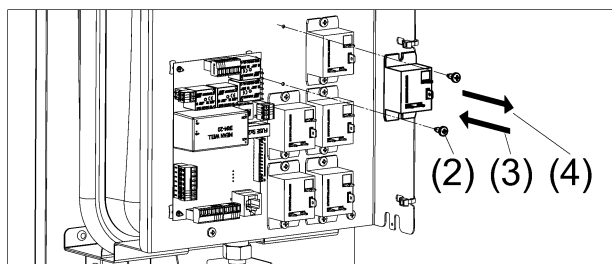

Рисунок 16. Замена реле
- (1) Отсоедините провода от реле, которое нужно заменить (см. рис. 16);
- (2) Открутите крестовой отвёрткой два самореза, фиксирующие реле;
- (3) Снимите реле;
- (4) Установите новое реле взамен прежнему;
- (5) Подсоедините отсоединённые провода.